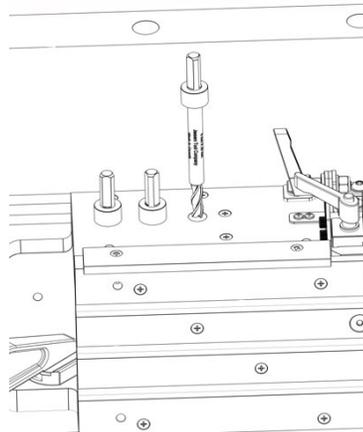

FIG. 15
1. La fraise en carbure de 6 mm est de série avec le Pocket Mill Pro, mais si vous décidez d'acheter les autres fraises de 5 mm, 8 mm, 10 mm, 1/4 po et 3/8 po, vous pouvez les ranger dans la table de travail en bouleau balte avec la clé hexagonale 1/8 po. (Voir figures 15 et 16.)